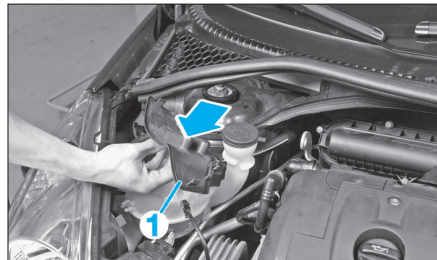

FIG. 1
- Dans le compartiment moteur, déposer la trappe d'accès (1) (Fig.1).